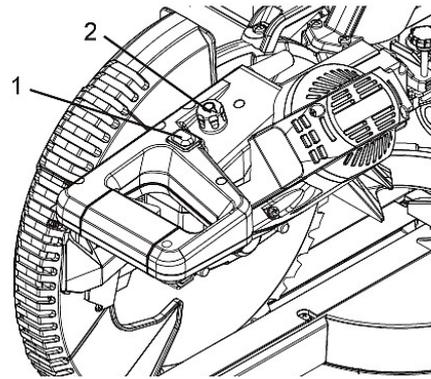

Abb. 29: Schalter zum Variieren der Geschwindigkeit
Schritt 1: Um den Laser einzuschalten, stellen Sie den Kippschalter (Abb. 29) auf "ON".
Schritt 2: Um den Laser auszuschalten, drücken Sie den Kippschalter (Abb. 29) auf "OFF".
**Schalter zum Variieren der Geschwindigkeit (Abb. 29)**
Diese Säge ist mit einem variablen Geschwindigkeitsregler (Abb. 29; Pos. 2) ausgestattet. Die Drehzahl des Sägeblatts kann durch einfaches Drehen des Einstellrads eingestellt werden:
**Drehzahlvariabilität (Abb. 29)**